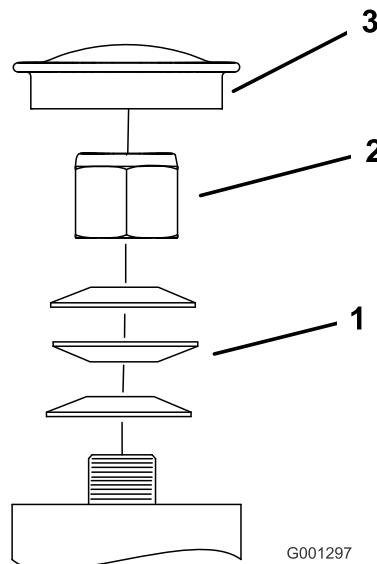

Bild 66
Wichtig: Achten Sie darauf, dass die Federscheiben richtig eingesetzt sind, siehe Bild 66.
5. Setzen Sie den Staubdeckel auf (Bild 66).
3. Entfernen Sie den Staubdeckel vom Laufrad und ziehen Sie die Sicherungsmutter an (Bild 66).
4. Ziehen Sie die Mutter so weit an, bis die Federscheiben flach sind. Drehen Sie dann 1/4 Drehung zurück, damit Sie die Vorlast korrekt auf die Lager verteilen können (Bild 66).